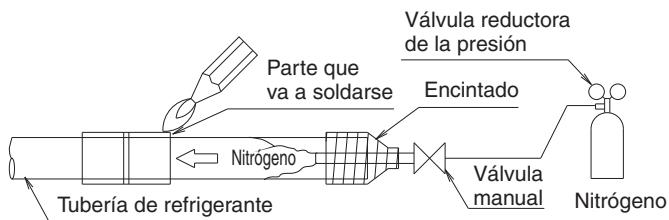

Fig. 9
- Cuando efectúe una soldadura en la tubería de refrigerante, realice una sustitución de nitrógeno en primer lugar o realice la soldadura (PRECAUCIÓN 2) mientras suministra nitrógeno al interior de la tubería de refrigerante (PRECAUCIÓN 1) y, por último, conecte la unidad interior utilizando las conexiones abocardadas. (**Refiérase a la Fig. 9**)